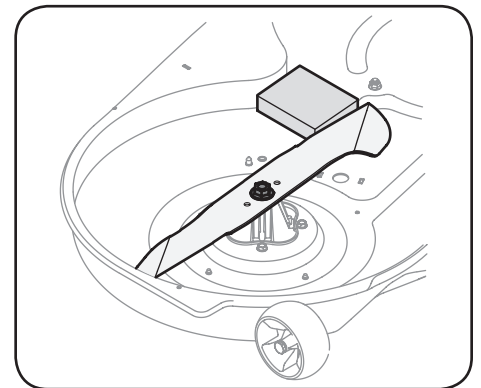

Figura 4-12
- Coloque un bloque de madera entre el deflector del alojamiento central de la plataforma y la cuchilla de corte para que actúe como estabilizador. Consulte la Figura 4-12.
- Extraiga la tuerca de brida hexagonal que asegura la cuchilla al montaje del husillo. Consulte la Figura 4-12.